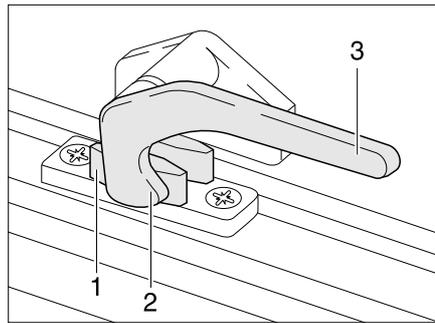

Bild 59 Verriegelungshebel in Stellung "geschlossen"
- Den Verriegelungshebel (Bild 59,3) eine viertel Umdrehung zur Fenstermitte hin drehen.
- Den Verriegelungshebel (Bild 59,3) eine viertel Umdrehung zum Fensterrahmen hin drehen. Die Verriegelungsnase (Bild 59,2) liegt auf der Innenseite der Fensterverriegelung (Bild 59,1).
- in Stellung "fest verschlossen" (Bild 59).